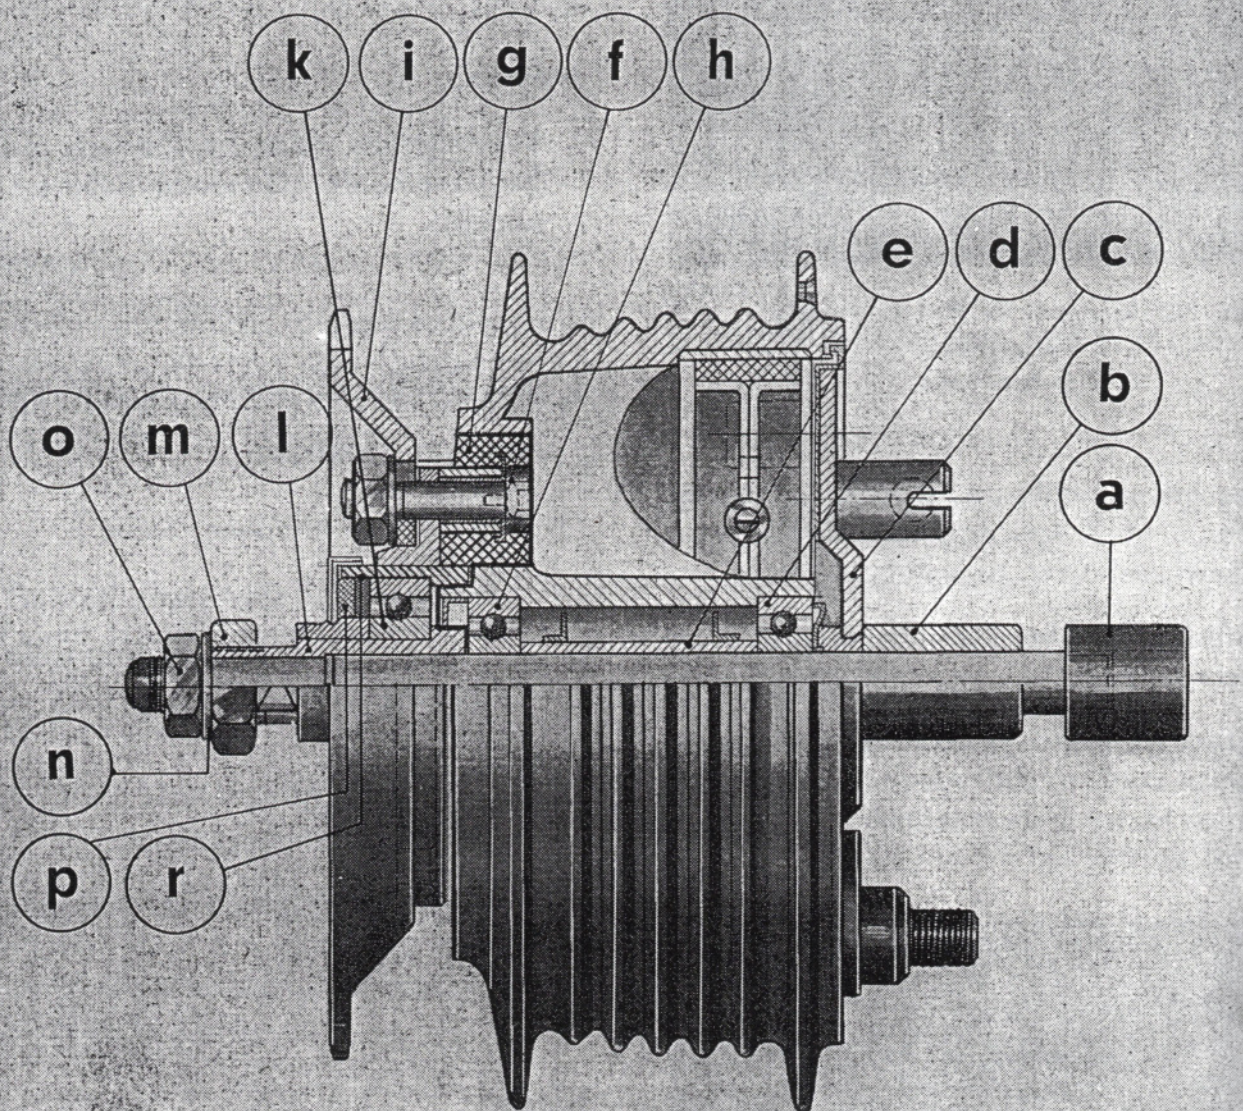

Abb. 140 Einbauteile der Hinterradnabe
3. Sechskantmutter „m“ (Abb. 140) abschrauben.
6. Flanschbolzen „l“ nach innen aus dem Lager „k“ drücken, Abdeckkappe „p“ mit Filzring und Stahlscheibe von der Kettenradaufnahme abziehen. Drahtsicherung „r“ herausnehmen und Kugellager „k“ nach links herausschieben. (Siehe Abb. 140.)
3. Sechskantmutter „m“ (Abb. 140) SW 22 abschrauben.